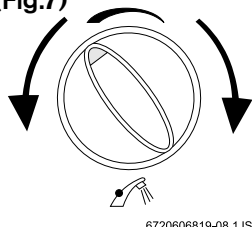

Fig. 7
3.2 Impostazione della temperatura acqua di riscaldamento (Fig.7)